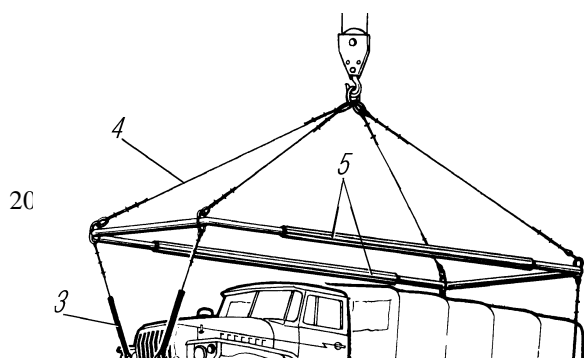

Рис. 115. Схема строповки автомобилей:
3. Погрузку и разгрузку автомобиля производить с помощью специального чалочного устройства (рис. 115) или своим ходом.